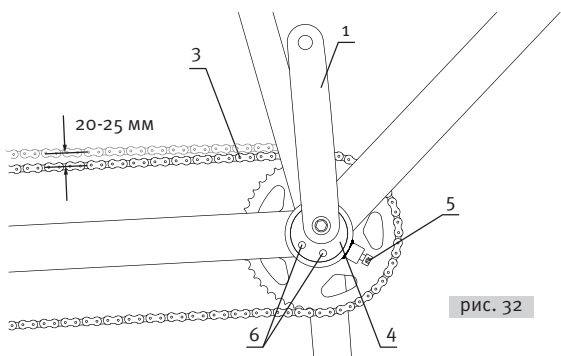

рис. 32
Для синхронной работы шатунов водителя (1) и пассажира (2) тандема предусмотрена синхронизирующая цепь (3). Синхронизирующая цепь должна быть установлена таким образом, чтобы шатуны водителя и пассажира находились в одинаковом положении (рис. 31). Натяжение синхронизирующей цепи тандема регулируется с помощью переднего эксцентрикового кареточного узла (4) (рис. 31), (рис. 32). Для этого необходимо ослабить фиксирующие болты (5) так, чтобы эксцентрик (4) свободно вращался (рис. 2). С помощью ключа, вставляемого в отверстия (6), вращать эксцентрик до тех пор, пока цепь не достигнет необходимого уровня натяжения (рис. 32). Нормальное натяжение цепи должно быть таким, чтобы при оттягивании рукой верхней ветви отклонение в средней части составляло 20-25 мм. Затем эксцентрик затягивается в нужном положении фиксирующими болтами с усилием 8-11 Н/м.